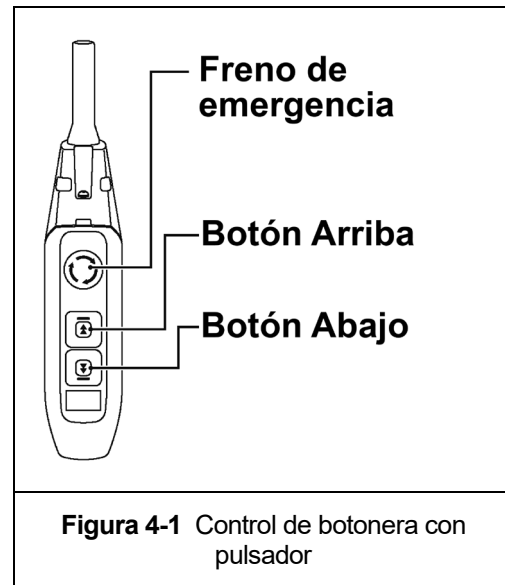

Figura 4-1 Control de botonera con pulsador
- 4.3.2 Botón de parada de emergencia: Presione el botón de parada de emergencia para realizar una parada de emergencia y un bloqueo de los controles de movimiento del polipasto o para restablecer el inversor de frecuencia como se muestra en la Figura 4-1. Gire el botón de freno de emergencia hacia la derecha para bloquear los controles y permitir el funcionamiento del polipasto. Se mostrará "Hbb" en la pantalla del inversor de frecuencia de la unidad cuando se presione el botón de parada de emergencia.
- 4.3.3 Control de botonera: Los controles de botonera suministrados con el polipasto tienen botones de control de dos pasos. Para baja velocidad, presione el botón hasta el primer paso y, para alta velocidad, presione el botón completamente hasta el segundo paso. Use el botón ARRIBA para elevar la cadena de carga del polipasto/gancho o el botón ABAJO para hacer descender la cadena de carga del polipasto/gancho como se muestra en la Figura 4-1. Para detener el movimiento, suelte los botones.